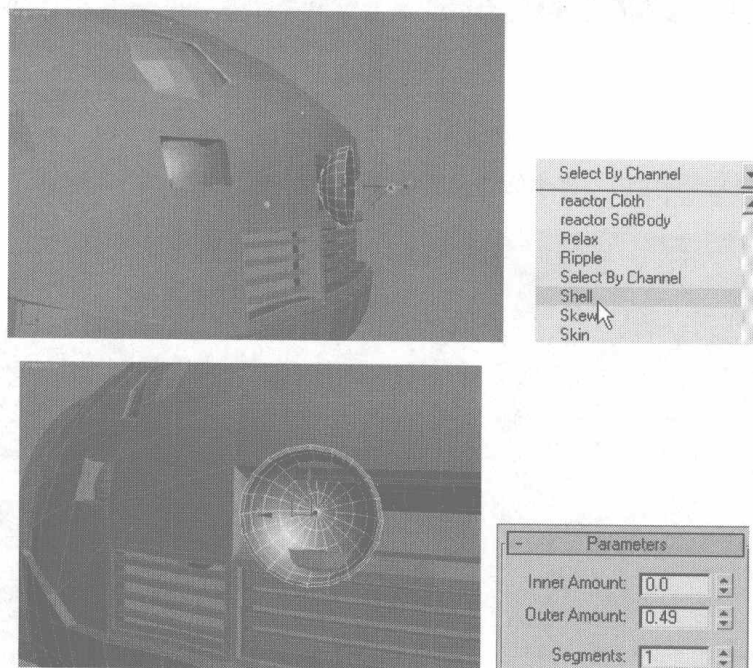

图 7.189
- 06** 用缩放工具沿着 Z 轴缩小半球体，然后在 控制面板下的类型中选择 Shell 命令，在卷展览中设置参数，如图 7.189 所示。单击右键，在弹出的快捷菜单中选择 Convert to Editable Poly 命令，将该物体转换为可修改的 Polygon 模型。